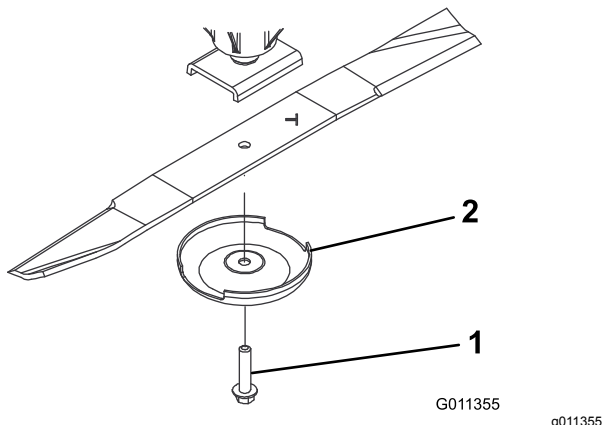

Figura 85
2. Fixe a extremidade da lâmina utilizando um pedaço de tecido ou uma luva grossa. Retire o parafuso da lâmina, o recipiente antidanos e lâmina do eixo (Figura 85).
3. Instale a lâmina, com a aba voltada para a plataforma de corte, com o recipiente antidanos e o parafuso da lâmina (Figura 85).